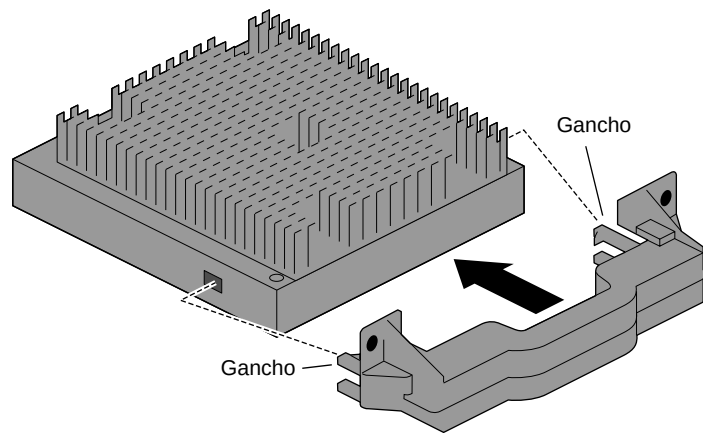

Figura 6-4 Conectando o puxador do processador
11. Coloque os ganchos flexíveis nos orifícios das laterais do processador. Veja a Figura 6-4.